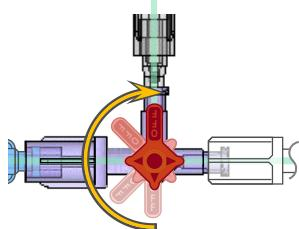

Figura 8 – Desvio do sistema (Armazenamento FECHADO)
- Para desviar o DyeVert Power XT System (ou seja, sem derivação), FECHE a torneira do DyeVert Power XT em direção à *torneira de seleção de válvula* (ver Figura 8). O Power XT System deve ser desviado nas seguintes situações: irrigação de soro fisiológico de cateteres ou administração de medicamentos.